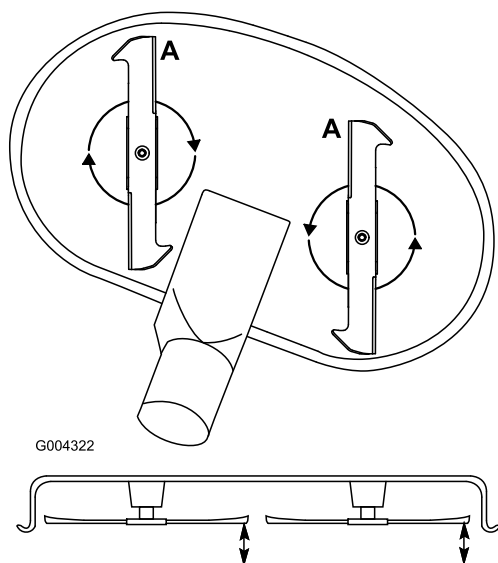

Figura 47
1. Girate le lame fino a disporle in parallelo con la lunghezza della macchina (Figura 47). Misurate da un piano orizzontale fino al tagliente delle
lame, posizione **A**, (Figura 47). Prendete nota di questa misura.